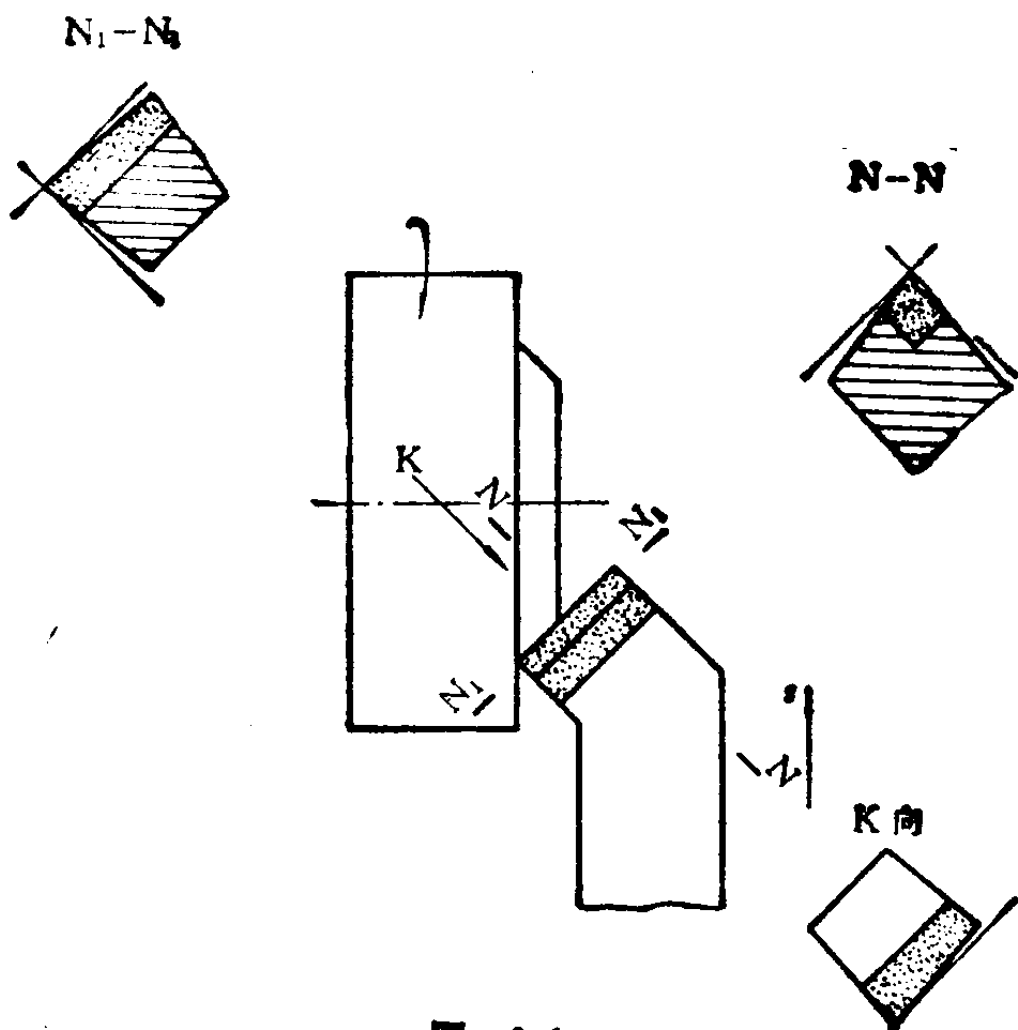

图 3-1
2. 在图 3-1 中填上车刀角度的数值: $\varphi=45^\circ$, $\varphi_1=45^\circ$, $\gamma=10^\circ$, $\alpha=8^\circ$, $\alpha_1=6^\circ$, $\lambda=-5^\circ$